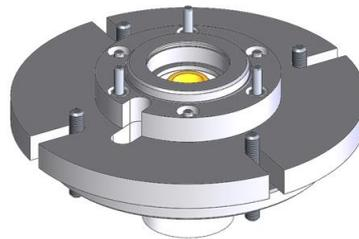

Figura 29. Alloggiamento cuscinetti installato
- Installare e fissare l'alloggiamento dei cuscinetti alla piastra di fissaggio utilizzando i bulloni prigionieri (Figura 29).